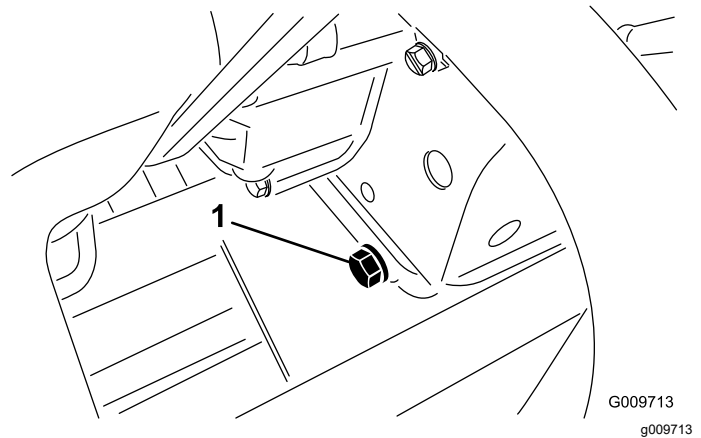

Bild 79
2. Entfernen Sie die Ablassschraube (Bild 79) und lassen Sie das Öl in die Auffangwanne ab.